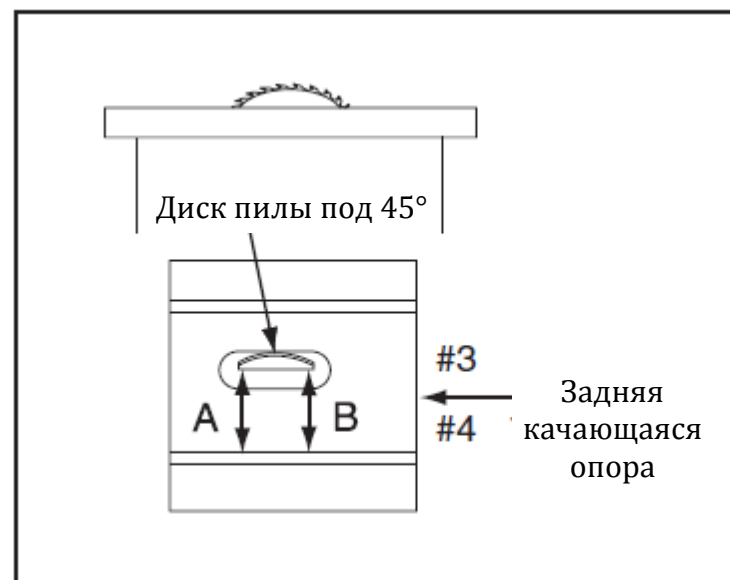

Рис. 73. Снятие регулировочной прокладки, схема В
- Если расстояние В больше расстояния А, снять одну прокладку с каждой стороны задней качающейся опоры (№ 3 и № 4, рис. 73).